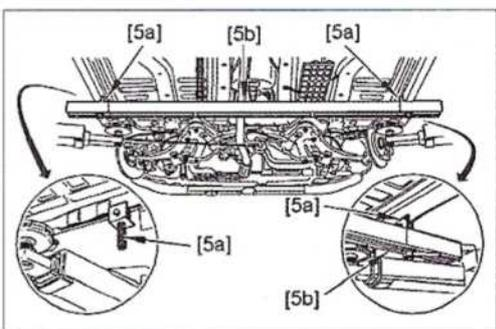

FIG. 8
- El tornillo (15).
- La bieleta anti-par (16).
- Con el útil [5] o equivalente, poner las bridas [5a] sobre el bajo de carrocería del vehículo en ambos lados (Fig.8).